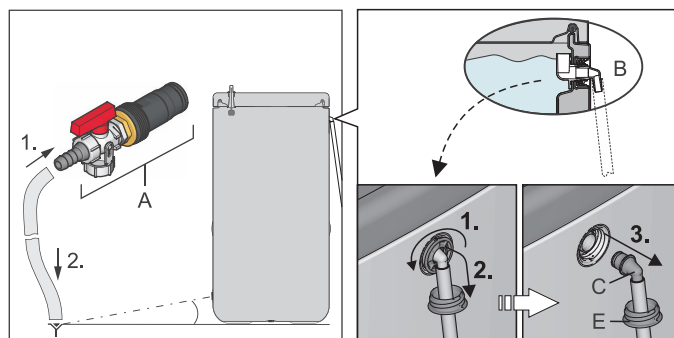
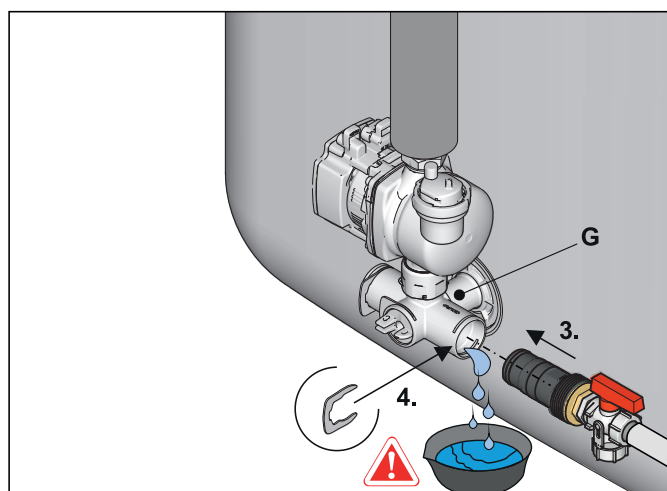

Fig. 5-1 Monter le flexible d'écoulement. Alternative : démonter l'embout de raccordement du trop-plein de sécurité
Fig. 5-6 Monter le raccordement de remplissage KFE dans la cornière de raccordement
- 2 Raccorder le flexible d'écoulement au **raccordement de remplissage KFE (accessoire KFE BA)** (fig. 5-1, pos. A) et le poser au niveau d'un point d'évacuation au moins à ras du sol.
S'il n'y a pas de **raccordement de remplissage KFE** disponible, il est également possible de démonter et d'utiliser l'embout de raccordement (fig. 5-1, pos. C) du trop-plein de sécurité (fig. 5-1, pos. B).
Tab. 5-1 Légende des fig. 5-1 - fig. 5-6
- 3 Introduire le **raccordement de remplissage KFE** dans la cornière de raccordement et le fixer à l'aide d'un étrier de retenue (fig. 5-6).